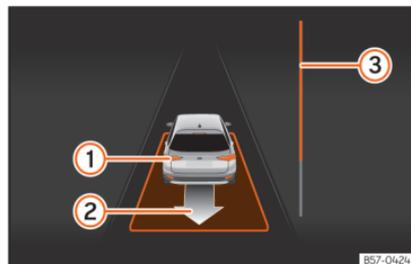

Fig. 205 No ecrã do painel de instrumentos: sair do estacionamento de um lugar em linha.
- Retroceda até soar o sinal contínuo do ParkPilot; **OU**: faça marcha-atrás até aparecer a indicação de fazer marcha à frente no ecrã do painel de instrumentos. A barra de progresso » **Fig. 205** **③** indica a distância a percorrer » **Página 307**.